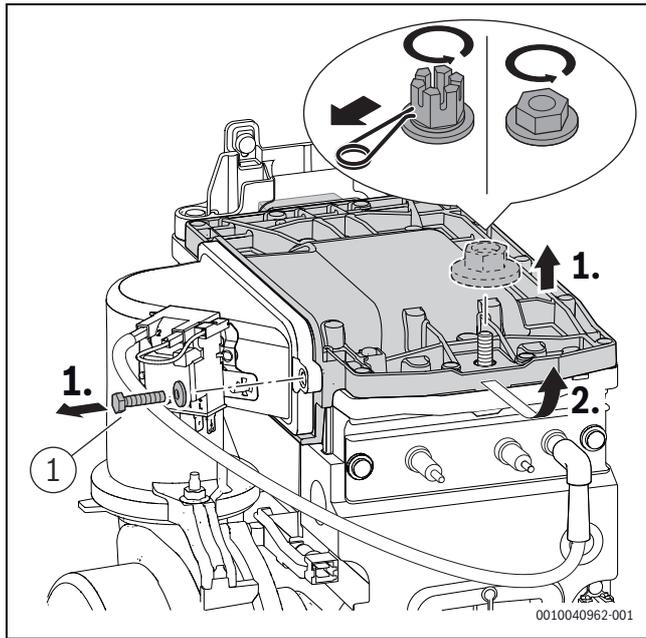

Рис. 52 Демонтаж крышки горелки
- ▶ Затяните винт [1], (рис. 52) на корпусе горелки с моментом $5,5 + 0,5 \text{ Н·м}$.